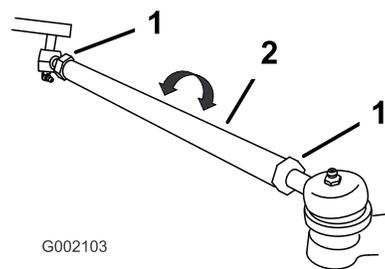

Figura 40
4. Se la misura non rientra nel campo specificato di 0–6 mm, allentate i controdati da ambo i lati dei tiranti (Figura 40).